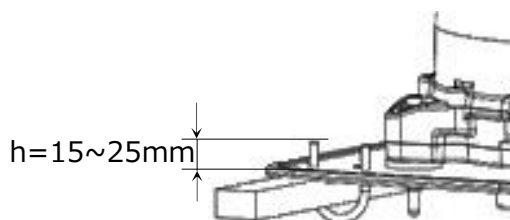

図4.4 エンドキャップの取付
- ④ 図4.4に示すUボルトの引っ張り（図中h部）が15~20mmの場合は、M10ゴム製エンドキャップを被せる。Uボルトの引っ張り（図中h部）が20~25mmとなる場合には、M10ゴム製エンドキャップを確実に取付けるため、六角ナットを更に1個追加し、合計3個のナットで締結を行い、M10ゴム製エンドキャップを被せる。